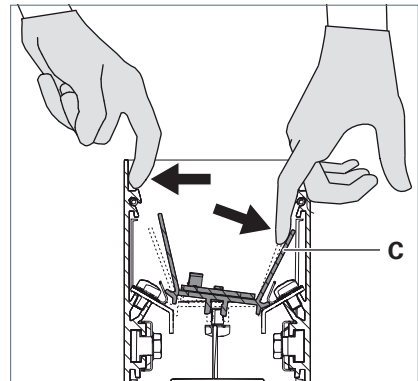

Fig. 13: Reflektor ausrasten.
- Drücken Sie die eine Seitenwand der Leuchte nach außen und drücken Sie den Reflektor **C** gleichzeitig in die entgegengesetzte Richtung, siehe Fig. 13.